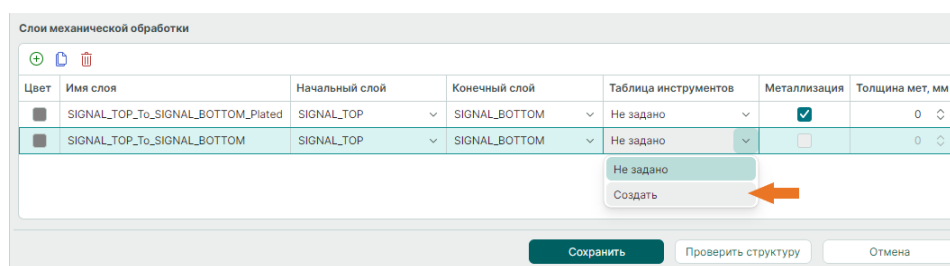

Рис. 303 Создание таблицы инструментов
1. Из выпадающего меню в столбце «Таблица инструментов» выберите «Создать», см. Рис. 303.